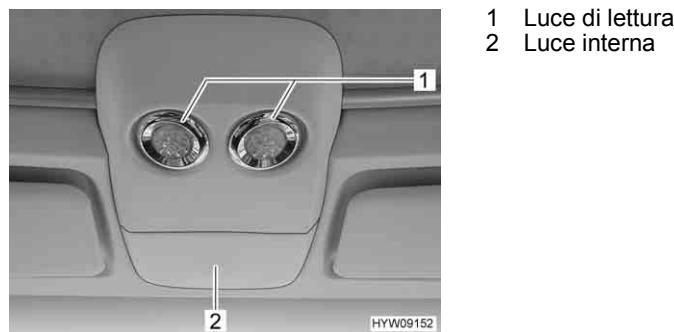

Fig. 95 Luci (cabina di guida)
La luce interna (Fig. 95,2) si accende automaticamente all'apertura tramite chiave o all'apertura di una delle porte del veicolo.
La luce interna (Fig. 95,2) si spegne automaticamente qualche secondo dopo la chiusura di tutte le porte, dopo la chiusura tramite chiave oppure dopo l'accensione del veicolo.
- Toccare una luce di lettura (Fig. 95,1). La luce di lettura è accesa.